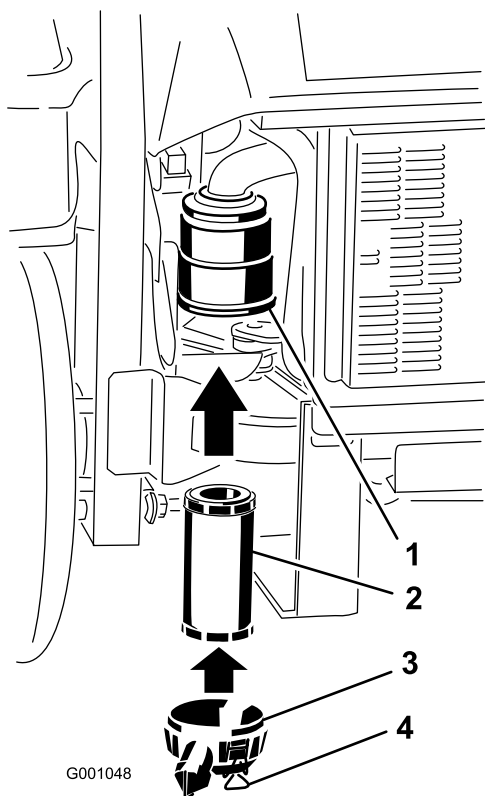

Figure 44
2. Insérez le filtre dans le boîtier avec précaution (Figure 44). Assurez-vous qu'il est bien engagé en appuyant sur le rebord extérieur.
3. Remettez en place et verrouillez le couvercle du filtre à air (Figure 44).